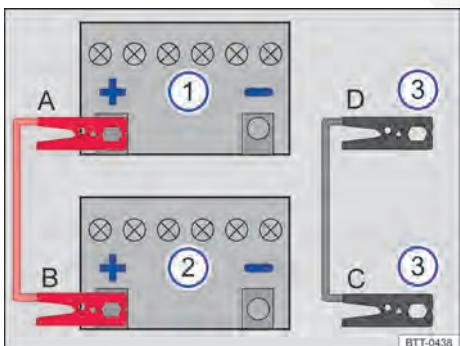

Fig. 228 Esquema para a conexão dos cabos auxiliares de partida no veículo que presta auxílio de partida.
Legenda para Fig. 228:
Cectarar o cabo auxiliar de partida somente na sequência A – B – C – D ⇒ Fig. 228.
- Conectar uma extremidade do cabo auxiliar de partida *vermelho* ao polo positivo (+) do veículo com a bateria do veículo descarregada ⇒ Fig. 228 ① ⇒ .
- Conectar a outra extremidade do cabo auxiliar de partida *vermelho* ao polo positivo (+) da bateria do veículo fornecedora de corrente ⇒ Fig. 228 ②. ►
- Conectar uma extremidade do cabo auxiliar de partida *preto* ⇒ Fig. 228 ③, de preferência, num ponto de auxílio à partida (ponto de aterramento), ou então, na argola de reboque dianteira rosada, conectar uma peça metálica maciça firmemente parafusada com o bloco do motor ou no próprio bloco do motor.
- Conectar a outra extremidade do cabo auxiliar de partida *preto* ⇒ Fig. 228 ③ no veículo com a bateria descarregada, de preferência, ao ponto de auxílio à partida (ponto de aterramento) ⇒ Página 372 ou então na argola de reboque dianteira aparafusada ⇒ Página 374, numa peça metálica maciça firmemente aparafusada com o bloco do motor ou no próprio bloco do motor ⇒ ▲.
- Com o motor em funcionamento, desconectar o cabo auxiliar de partida somente na sequência D – C – B – A ⇒ Fig. 228.